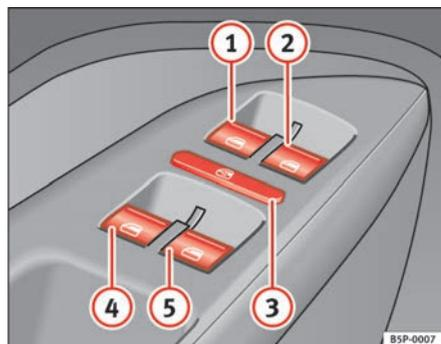

Fig. 68 Détail de la porte du conducteur : éléments de commande des glaces avant et arrière
Les touches ⇒ page 112, fig. 68 ① et ② disposent de deux positions pour l'ouverture des vitres et de deux autres pour leur fermeture. Il est ainsi plus simple de contrôler les processus d'ouverture et de fermeture.